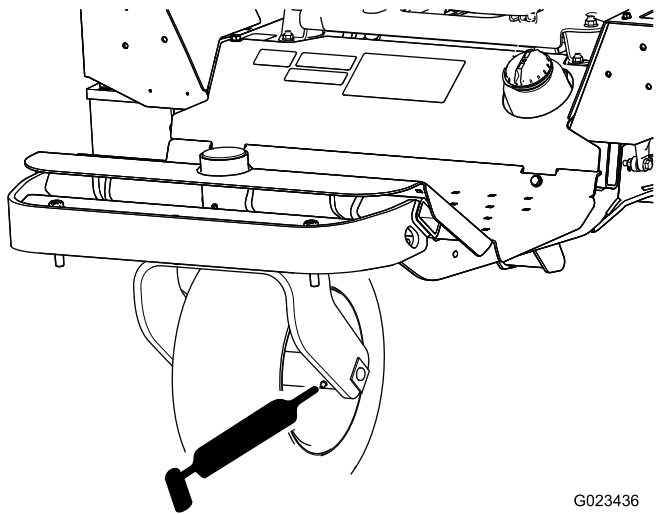

Figura 34
- Rolamento da roda dianteira (1) – Figura 34